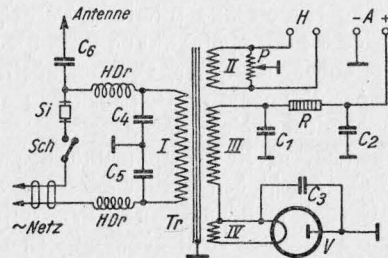

Abb. 12
ist zwischen die Primärwicklung und alle Sekundärwicklungen eine Schutzwicklung SW oder eine Abschirmfolie gelegt, die geerdet wird und Hochfrequenz absperrt. Es sind zwei getrennte Heizwicklungen, II und III für den Empfängerteil gezeigt, sie werden bei Endröhren mit hoher negativer Vorspannung, die durch Kathodenwiderstand (R) erzeugt wird, manchmal nötig, da sonst, wenn auch sie aus II geheizt würden und die Kathoden der Vorröhren indirekt geheizt sind, u. U. die Spannung der Kathode gegen den Heizfaden bei ihnen zu hoch werden würde. IV ist die Gleichrichterheizwicklung, V die in der Mitte angezapfte Anodenwicklung für die beiden Anoden des Gleichrichters V; C_3 , C_4 sind Hochfrequenz-Kurzschlußkondensatoren für den Gleichrichter C_1 der Ladekondensator und C_2 der Siebkondensator, Dr die Siebdrossel, an deren Stelle (nur bei kleinen Empfängern) manchmal ein Widerstand tritt. Es sind Elektrolitkondensatoren gezeichnet worden. P ist wieder der Entbrummer, manchmal wird ein zweiter Entbrummer anstelle der festen Mittelzapfung der Heizwicklung II verwendet (s. a. Abb. 12). Die Unterteilung der gesamten, vom Gleichrichter gelieferten Gleichspannung für Schirmgitter usw. erfolgt in den Empfängerteilen selbst durch Vorschaltwiderstände oder Spannungsteiler (Potentiometer).